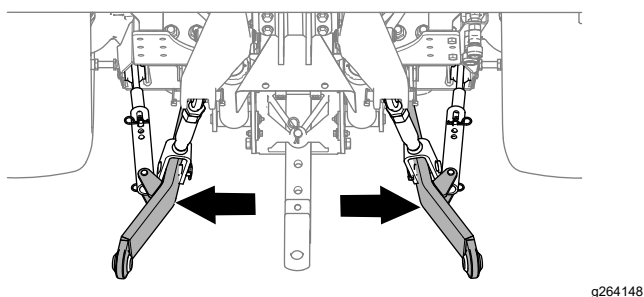

図 26
4. スタビライザアーム図 26 を外側一杯に出す牽引車両のオペレーターズマニュアルを参照。